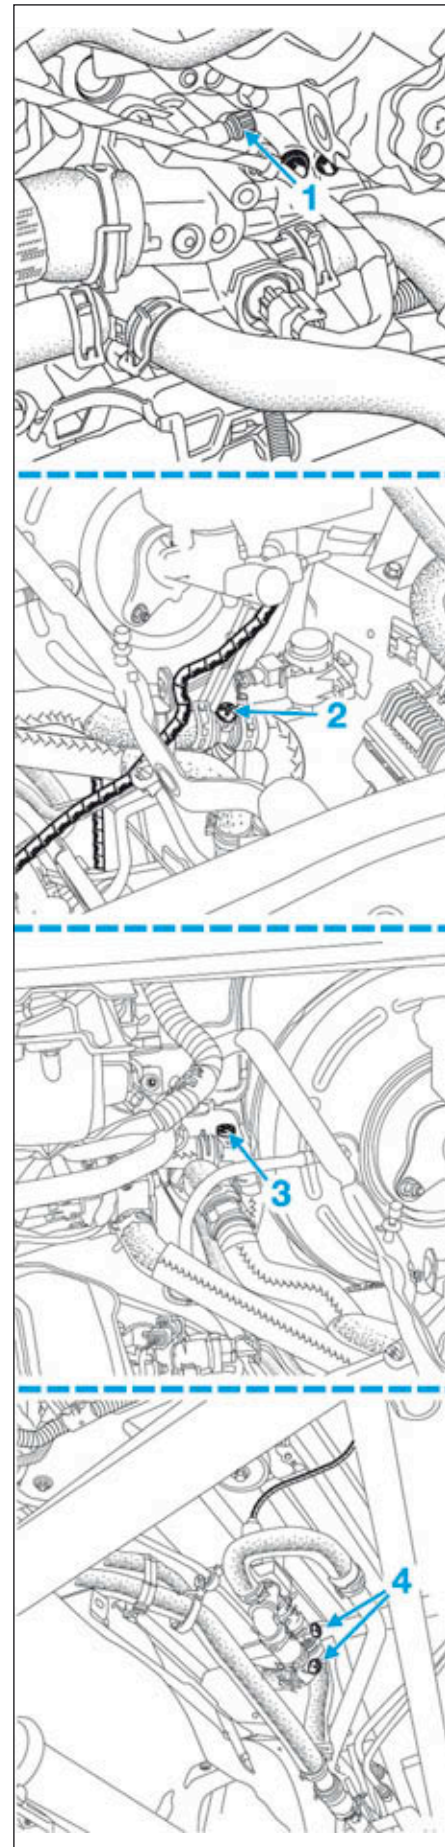

FIG.116
- Ouvrir les vis de purge (1), (2), (3) et (4) (Fig.116).